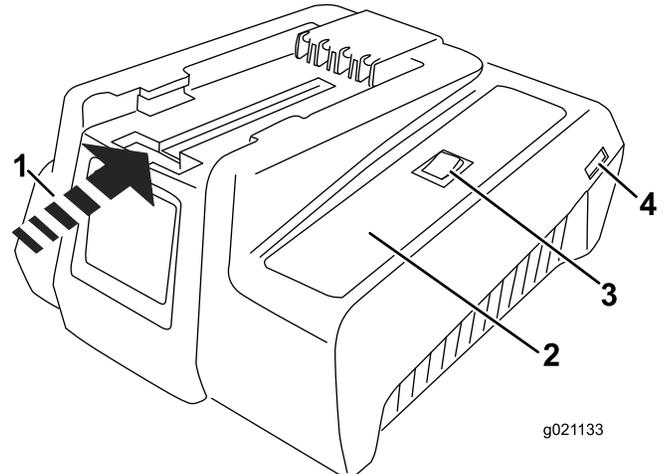
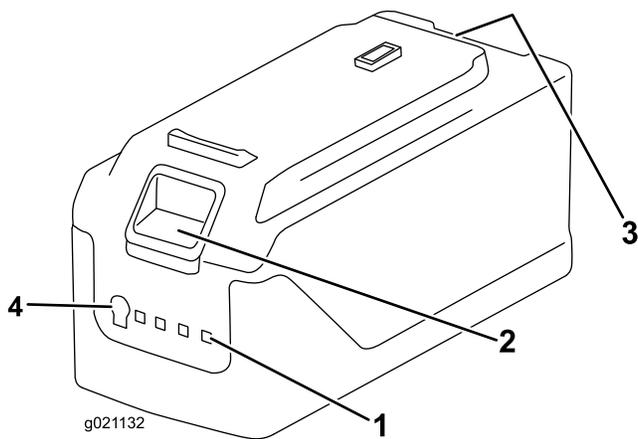

Figura 5
Figura 6
1. Se il cavo di alimentazione non è collegato al caricabatterie, collegatelo al caricabatterie (Figura 5) e poi a una presa di corrente.
2. Capovolgete la batteria e allineate il morsetto con la scanalatura del caricabatterie (Figura 5 e Figura 6).